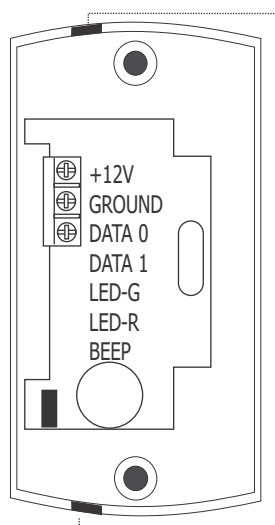

Abb. 2
- Entfernen Sie eine dünne Zunge an der Seite des Lesegeräts, an der das Lesegerät-Anschlusskabel herausgeführt werden soll, und führen Sie das Kabel durch die entstandene Öffnung (Abb. 2).